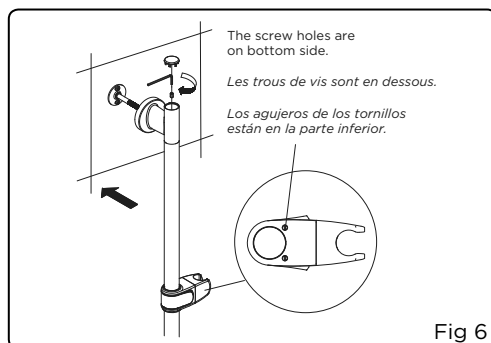

Fig 6
6. Place and hold the slide bar with slide body onto the post; it should "click" into place. Tighten the set screw with supplied hex wrench, then press the cap (Fig 6).
- NOTE:** When installed correctly, the slide body will have screw holes located on the bottom side. See Fig 6.
6. Placer la barre avec le support coulissant sur la fixation et la pousser en place. Un clic devrait se faire entendre. Serrer la vis de pression avec la clé hexagonale fournie, puis poser le capuchon (fig. 6).
- REMARQUE:** Si l'installation a été bien faite, les trous de vis sont en dessous du support coulissant (voir la figure 6).
6. Ponga y sujete la barra con la pieza deslizante en la sujeción; deberán encajar. Apriete el tornillo de presión con la llave hexagonal y presione el tapón (fig. 6).